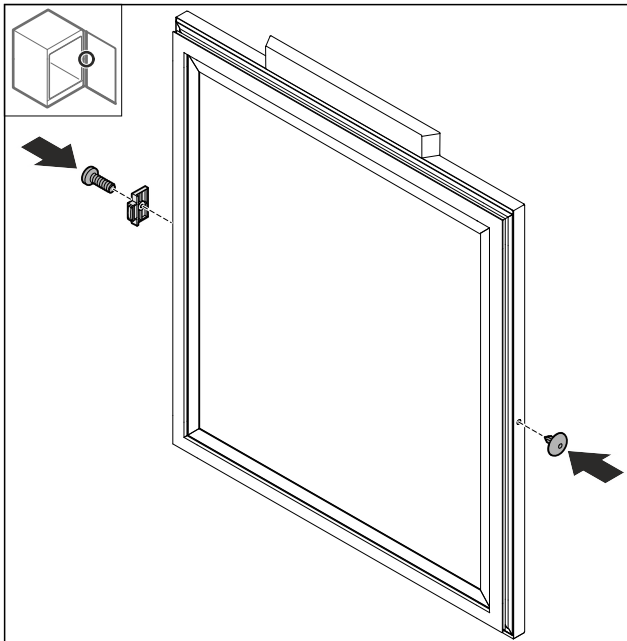

Fig. 18
- Montojeni ndaluesin e derës Fig. 18 (1) në anën e kundërt të kthyer me 180°.
- Vendosni kapakun mbulues Fig. 18 (2) në anën e kundërt.